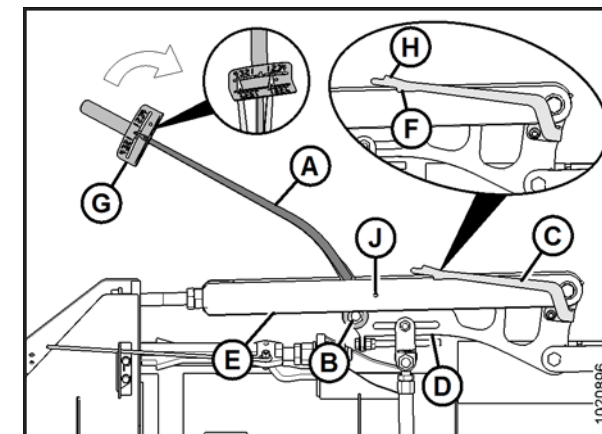

Figure 8 : Articulation d'équilibrage des ailes, réglage des ailes trop léger — côté gauche illustré, côté droit en arrière
3. Placer la clé dynamométrique (A) sur le boulon (B).
4. Vérifier que le pointeur (C) est correctement positionné de la manière suivante :
- a. À l'aide de la clé dynamométrique (A), déplacer le levier coudé de telle sorte que la partie inférieure de celui-ci (D) soit parallèle au côté inférieur de la bielle supérieure (E).
- b. S'assurer que le pointeur (C) est aligné avec la bielle supérieure (E). Si nécessaire, pliez le pointeur pour qu'il soit aligné avec les trous des vis (J).
5. Déplacer l'aile vers le haut avec la clé dynamométrique (A) jusqu'à ce que l'onglet d'alignement inférieur du pointeur (F) s'aligne avec le bord supérieur de la bielle supérieure (E). Voir figure 8. Observer la valeur de l'indicateur (G) sur la clé dynamométrique et enregistrez-la.